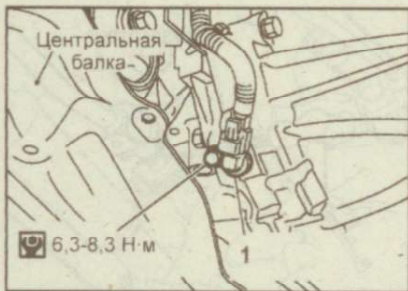

Рис. 9.17. Расположение датчика (1) угла поворота коленчатого вала
Перед отсоединением коробки передач от двигателя снимите датчик угла поворота коленчатого вала (рис. 9.17). Соблюдайте осторожность, чтобы не повредить наконечник датчика.
7. Снимите датчик угла поворота коленчатого вала (см. рис. 9.17).
11. Снимите датчик угла поворота коленчатого вала (см. рис. 9.17).